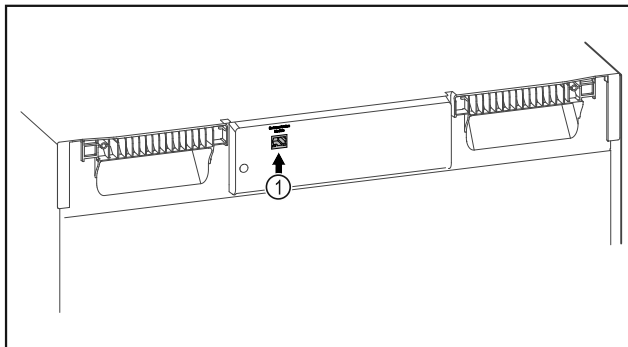

Fig. 138
- Założono SmartModule Fig. 138 (1).